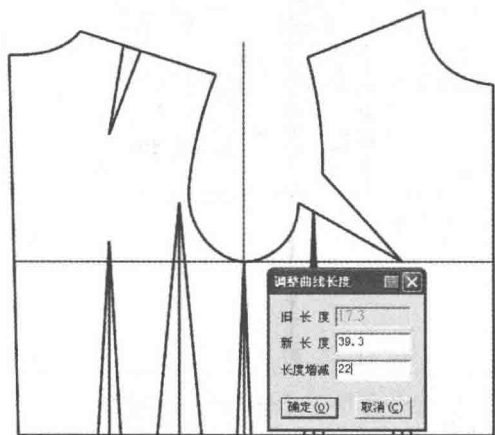

图4-31 延长侧缝线基础线
1. 选择  【智能笔】工具按着【Shift】键，右键点击侧缝线基础线上半部分，进入【调整曲线长度】功能。输入增长量 22cm（图 4-31）。